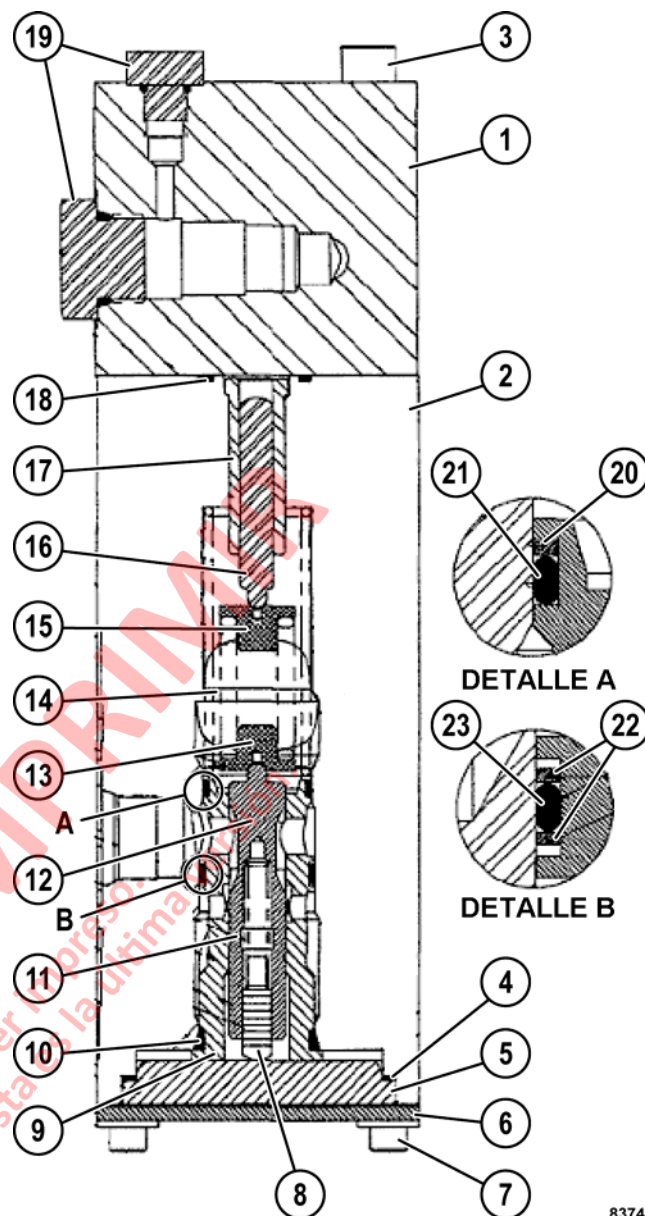

FIGURA 3-10. VÁLVULA DE RELÉ DUAL
2. Utilice un marcador punta de fieltro para marcar el cuerpo del múltiple (1, Figura 3-10) y el cuerpo de la válvula (2) para asegurar su correcto montaje.
2. Aplique una leve capa de aceite hidráulico de tipo C-4 a los émbolos (16, Figura 3-10) e insértelos en las camisas (17). Las camisas deben deslizarse suave y libremente en las cavidades para camisas. Si no lo hacen o si hay un aparente desgaste excesivo, reemplace la camisa y el émbolo.
3. Aplique una leve capa de aceite a los carretes (12) e insértelos en las camisas (9). Los carretes deben deslizarse suave y libremente en las cavidades para camisas. Si no lo hacen o si hay un aparente desgaste excesivo, reemplace la camisa y el carrete.
1. Instale las camisas (17, Figura 3-10) en las cavidades en la parte superior del cuerpo de la válvula (2).
2. Instale los émbolos (16) en las camisas, como se muestra en la Figura 3-10.
3. Aplique una capa de aceite a los O-rings (18) y póngalas en las ranuras de la parte superior del cuerpo de la válvula.
4. Ubique el cuerpo del múltiple (1) en el cuerpo de la válvula (2) alineando las marcas hechas durante el desarme.
5. Asegure el múltiple al cuerpo de la válvula con dos tornillos (20). Apriete los tornillos solo con las manos.
6. Realice un ensamble previo del asiento superior del resorte (15), el resorte (14) y el asiento inferior del resorte (13). Inserte el conjunto en la cavidad desde el fondo de la válvula. Asegúrese de que el asiento superior de resorte está ubicado contra el émbolo (16). Repita para la otra cavidad.
7. Instale el sello de la empaquetadura de la camisa (10). Consulte los Detalles "A" y "B" en la Figura 3-10 e instale los O-rings (22) y (24) y los anillos de respaldo (21) y (23) en las ranuras de la camisa (9).
8. Aplique una capa ligera de aceite en los sellos de la camisa. Empuje cuidadosamente las camisas (9) en sus respectivas cavidades en el cuerpo de la válvula hasta que la pestaña en la base de cada camisa haga contacto con el cuerpo de la válvula.
9. Realice un ensamblaje previo del carrete del regulador (12), como se indica a continuación:
- a. Inserte los resortes del carrete (11) en la cavidad del carrete.
- b. Inserte los émbolos de reacción (8) en las cavidades y los resortes del carrete.
11. Instale la empaquetadura del tapón de retención de la camisa (4) en el cuerpo de la válvula.
12. Compruebe que los asientos del resorte (13) y (15) estén correctamente situados en los resortes del regulador (14) y que el émbolo de reacción (8) se desliza suavemente en su cavidad. Instale el tapón de retención (5) en el orificio rebajado del cuerpo de la válvula.
13. Ubique el retén de la camisa (6) en el cuerpo de la válvula. Instale los cuatro tornillos y las arandelas (7). Apriete los tornillos en forma pareja para **asentar** correctamente el tapón (5) en el orificio rebajado. Apriete los tornillos a un torque final de **16 - 17 N·m (140 - 150 in-lb)**.
14. Apriete los dos tornillos (3) que sostienen el cuerpo del múltiple (1) al cuerpo de la válvula (2) a **20 - 21 N·m (180 - 190 in-lb)**.
15. Instale los tapones (19) en los puertos del cuerpo del múltiple. Apriete los tapones más grandes a **31 - 34 N·m (275 - 300 in-lb)**. Apriete los tapones pequeños (instalados en los puertos "TC1" y "TC2") a **10 - 11 N·m (90 - 100 in-lb)**.